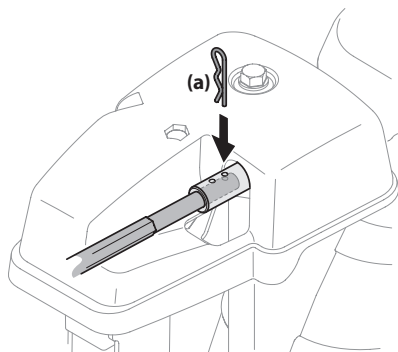

Figura 2-19
7. Empuje la varilla de control del canal hacia el tablero de control hasta que el orificio de la varilla quede alineado con el de la entrada del control del canal que esté más cerca del cabezal de control del canal, e inserte el sujetador de horquilla (a) que extrajo en el Paso 1. Consulte Figura 2-19.